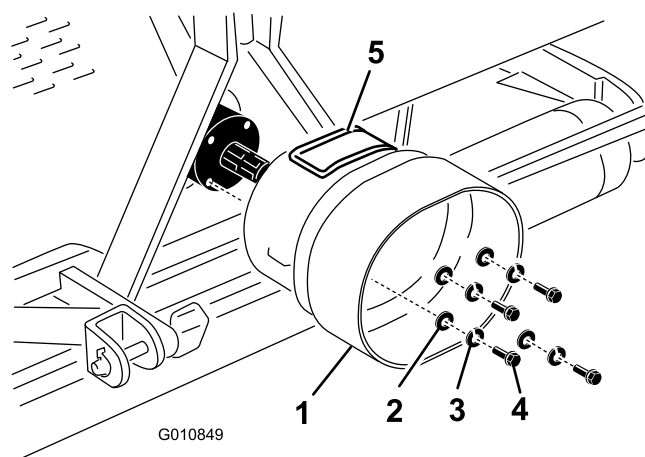

Figura 16
1. Rimuovete i 4 bulloni, le 4 rondelle di bloccaggio e le 4 rondelle piane fissate sulla parte posteriore della trasmissione della presa di forza dell'arieggiatore (Figura 16).
2. Montate la protezione della presa di forza sulla trasmissione dell'arieggiatore con i dispositivi di montaggio precedentemente rimossi (Figura 16). Quando montate la protezione della presa di forza assicuratevi che lo sportellino di accesso (Figura 16) si trovi sulla parte superiore o su un lato, a seconda della struttura dell'arieggiatore.
Nota: È possibile aprire lo sportellino di accesso (Figura 16) per facilitare l'operazione di rimozione e fissaggio dei dispositivi di montaggio dell'albero della presa di forza.